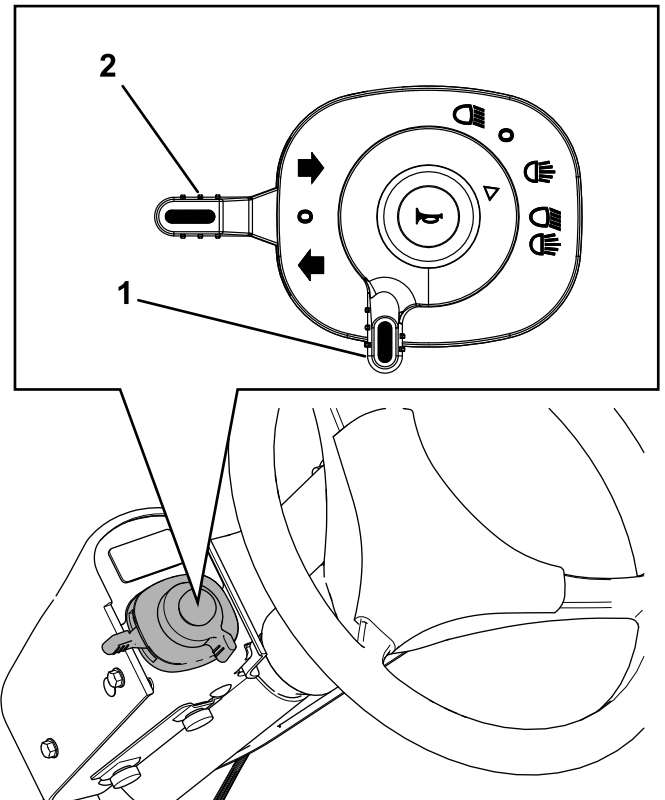
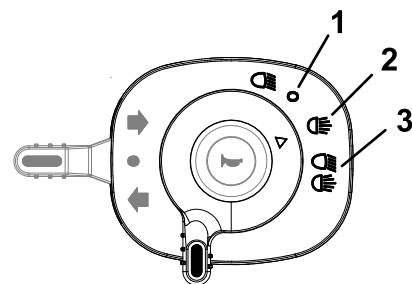

Figure 63
Figure 64
2. Tournez le commutateur d'éclairage (Figure 63 et Figure 64) aux positions suivantes :
- Levez la commande des clignotants (Figure 63) pour indiquer que vous tournez à droite.